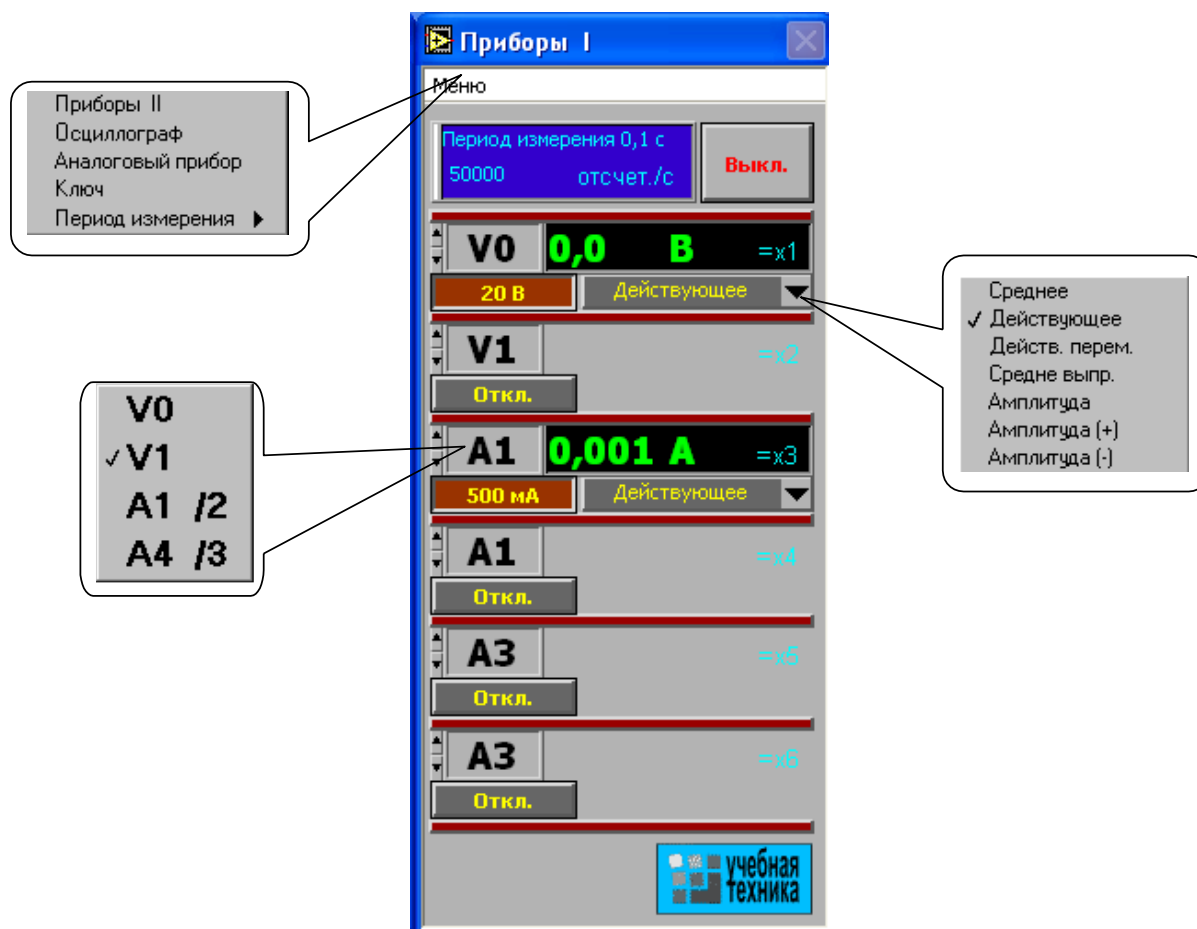

Рис. 1.13
- Активизируйте нужные виртуальные приборы, щелкнув в соответствующих окнах на кнопках «Откл». Для отключения прибора щелкните в окне предела измерения. Чем больше каналов задействовано в виртуальных измерениях тока и напряжения, тем ниже частота сканирования и меньше значений вводится в компьютер за период измерения. Период измерения, в течение которого производится ввод данных в компьютер, по умолчанию равен 0,1 с. Его можно изменить, открыв меню, как показано на рис. 1.13 и выбрав мышью строку «Период измерения».
Третий (нижний) прибор в этом блоке производит вычисления по формуле, вводимой самим пользователем. Аргументами этой формулы могут быть 4 из 8 величин x1...x8 (не более!), измеряемых приборами первого и второго блоков. Обозначения x1...x8 имеются на рис. 1.13 и 1.14. Например, если измеряются две активные мощности – в верхнем окне мощность источника, а в нижнем нагрузки, то третий прибор можно запрограммировать на определение КПД. Для этого нужно ввести аргументы x7 и x8, напечатать формулу $y = x8/x7$ и щелкнуть на клавише «Начать счет».
В правом верхнем углу осциллографа (рис. 1.13) имеется движок управления степенью сглаживания фильтра (появляется только при его включении), а также меню изменения характеристик графика: непрерывный, ступенчатый, гистограмма, точечный, размер и форма точек, толщина линий и т.п. Меню открывается при щелчке на любом из изображенных там пяти лучей